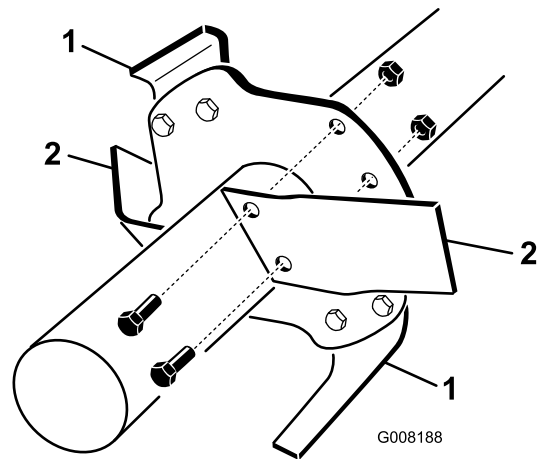

Bild 14
6. Entfernen Sie die alten Tines einzeln und setzen neue ein (**Bild 14**).